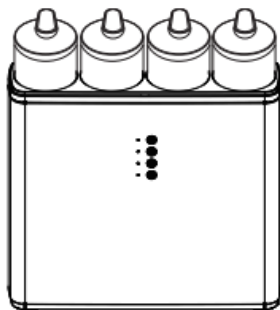

Fig. 5
4. Répétez les étapes ci-dessus pour insérer les cartouches restantes (Fig. 5).